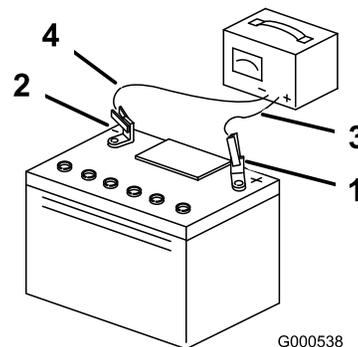

Figure 50
- Une fois la batterie chargée au maximum, débranchez le chargeur du secteur, puis débranchez les fils du chargeur des bornes de la batterie (Figure 50).